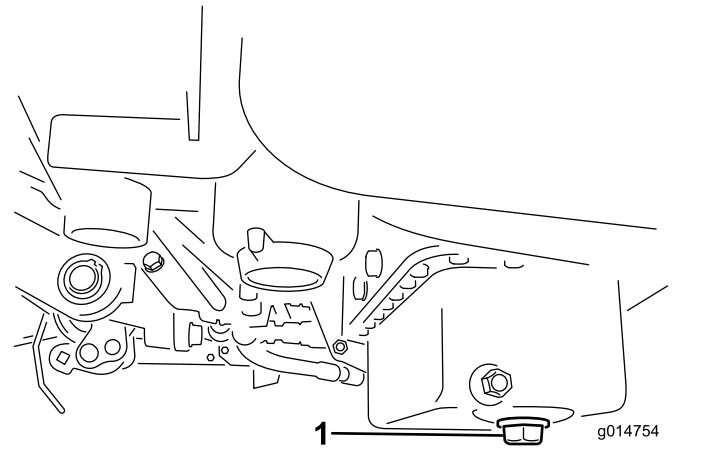

図 43
1. ドレンプラグを外してオイルを容器に受ける。オイルが抜けたらドレンプラグを取り付ける(図 43)。